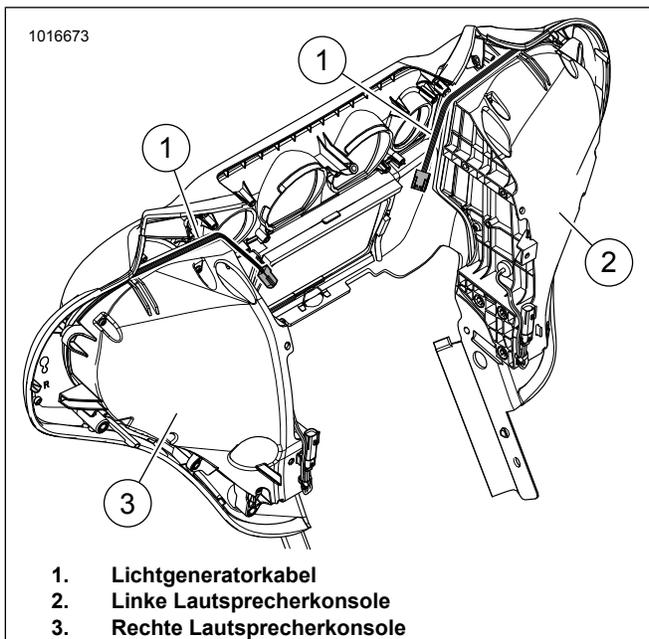

Abbildung 9. FLH-Verkleidung dargestellt, FLTR-Kabelführung ist ähnlich
7. Siehe Abbildung 9. Das Lichtgeneratorkabel (1) wie dargestellt verlegen.